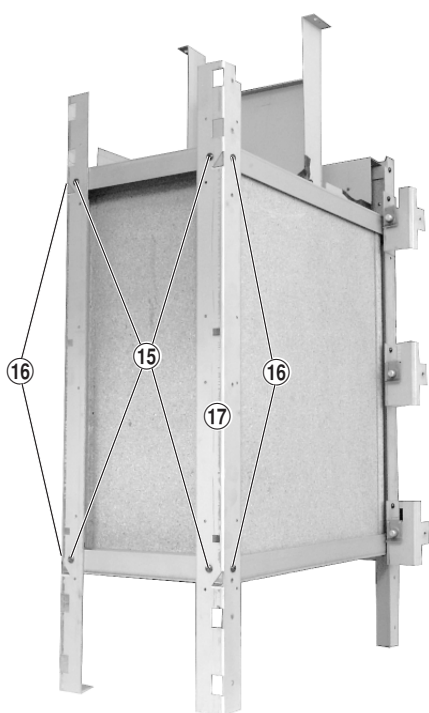

Fig. 56
- 4 Schrauben ⑮ (Fig. 56) lockern (nicht ganz heraus-schrauben).
- 8 Schrauben ⑯ (Fig. 56 und 57) heraus-schrauben und den Rahmen ⑰ (Fig. 56) abnehmen.
- Loosen 4 screws ⑮ (Fig. 56) (do not remove them).
- Undo 8 screws ⑯ (Fig. 56 and 57) and remove the frame ⑰ (Fig. 56).